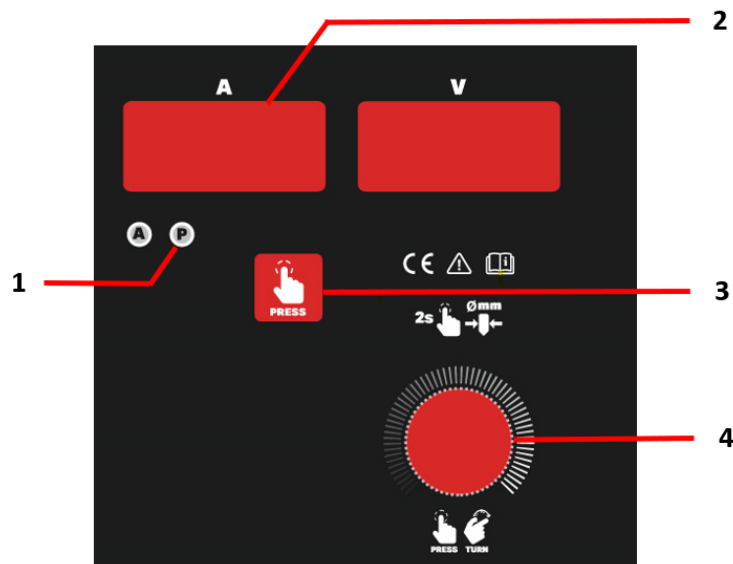

Fig. 11 – Mémoires de soudage
- ajuster les paramètres et appuyer sur la touche (Fig.11 - 3) jusqu'à ce que la LED P (Fig.11 - 1) s'allume. Appuyez ensuite sur le bouton de sélection/réglage des paramètres (Fig.11 - 4) pendant 2 secondes jusqu'à ce que l'écran numérique affiche P1. Tourner ensuite le bouton de sélection/réglage des paramètres jusqu'au numéro de mémoire souhaité. Enfin, appuyez sur la touche de sélection/réglage des paramètres jusqu'à ce que l'affichage numérique indique MEM.
- Appuyer sur la touche (Fig.11 - 3) jusqu'à ce que la LED P (Fig.11 - 1) s'allume. Tournez ensuite le bouton de sélection/réglage des paramètres (Fig.11 - 4) jusqu'au numéro de mémoire souhaité. Attendez 2 secondes et votre mémoire est disponible.